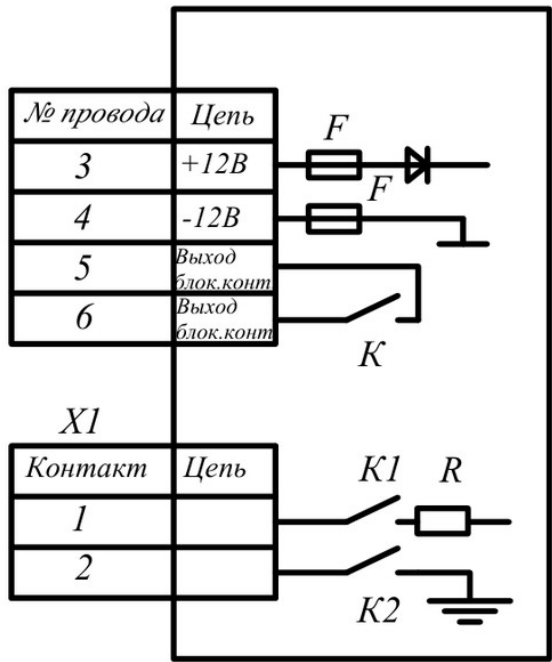

Рис. 2. Схема подключения электропитания
8.6 Схема электрического подключения УЗА приведена на рис. 2.